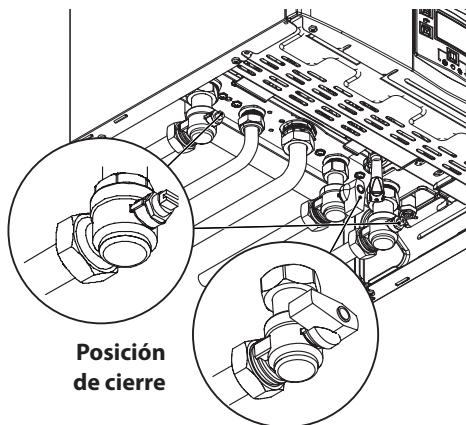

Figura 6.2
- Vuelva a cerrar la llave del gas en la Figura 6.2.